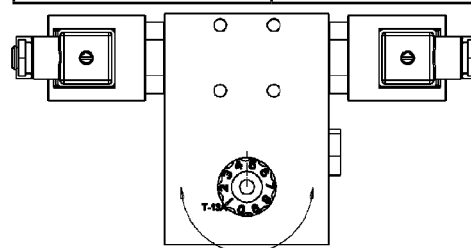

Рисунок 49 Настройка скорости подъема
1. Настройте скорость подъема маркера с помощью регулятора давления находящегося за тяговым устройством. (Рисунок 49)